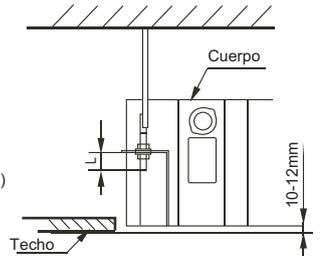

Fig.5-6
- Ajuste la posición para asegurar que se mantengan parejas los huelgos entre el cuerpo principal y los cuatro lados del techo. La parte inferior del equipo debe estar dentro del techo unos 10~12 mm (consulte la Fig. 5-6).